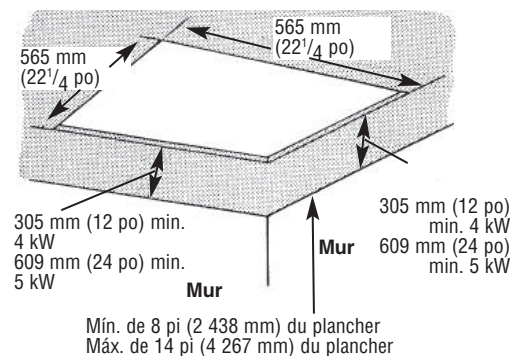

Figure 5
Installation de radiateurs encastrés dans des plafonds permanents (voir les Figures 5, 6, 7 et 8)
2. Découper une ouverture de 565 mm x 565 mm (22¼ po x 22¼ po) dans le plafond pour installer la boîte d'encastrement (Figure 5).